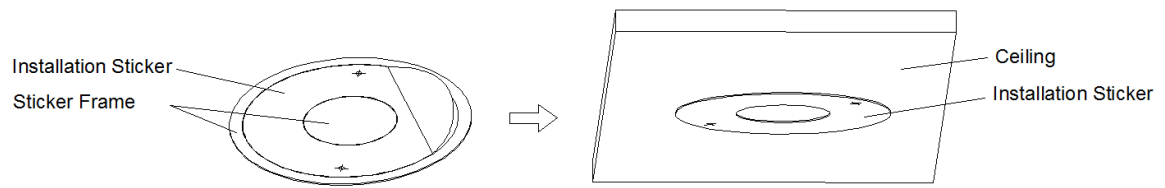

Figura 2-4
Paso 3 Retire las pegatinas de instalación y péguelas en las posiciones de instalación adecuadas del detector, como se muestra en la Figura 2-4.